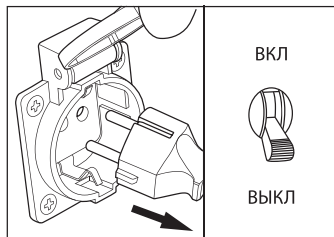

рис. 6
6. Отсоедините все электрические нагрузки, отключите подачу напряжения на панели штепсельных розеток. Переведите переключатель защиты от перегрузки в положение «ВЫКЛ» (рис. 6).